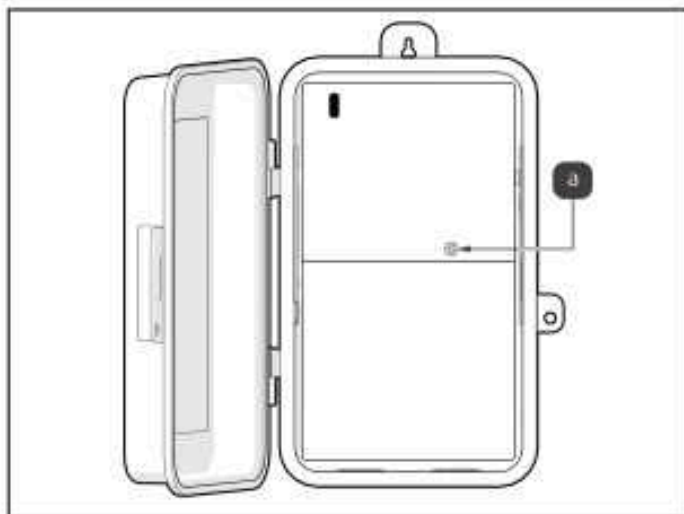

Figura 1. Extraiga el tornillo del frente muerto
3. Abra el cerramiento de AquaLink TCX y quite el frente muerto de metal. El frente muerto está sujetado en su lugar mediante un tornillo. Consulte la Figura 1 (a).